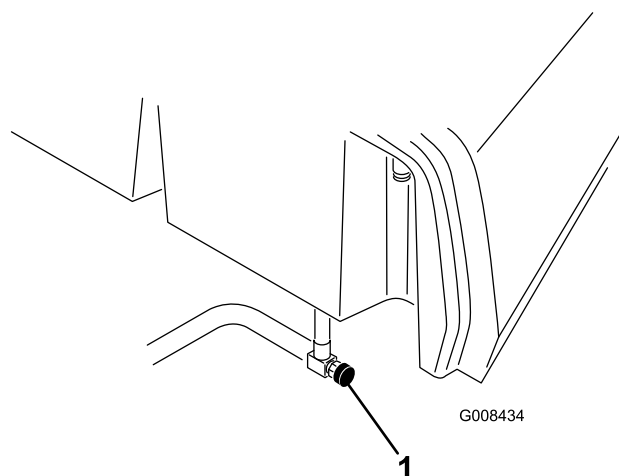

Figura 35
1. Închideți ventilul de închidere combustibil (Figura 35) de sub rezervorul de combustibil.